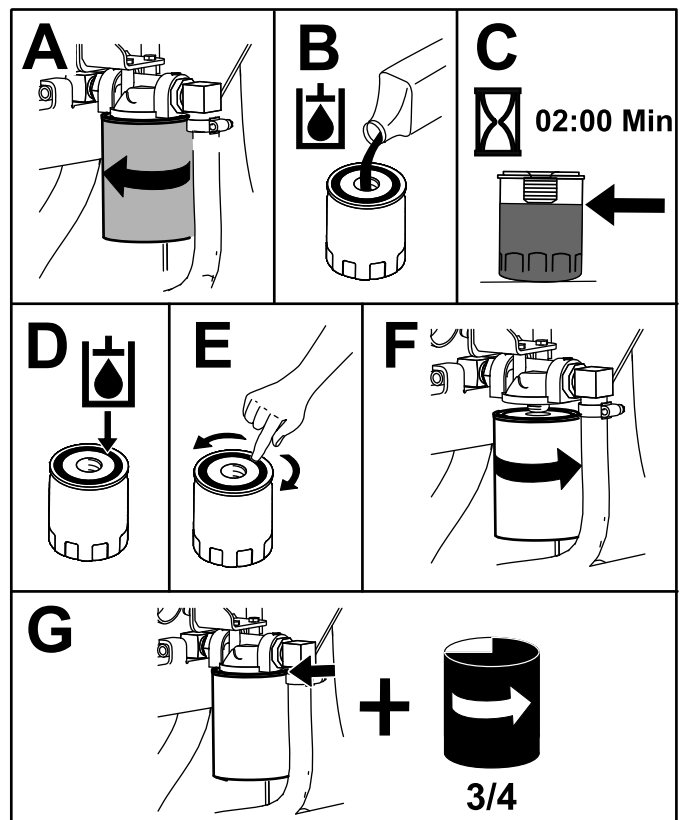

Bild 64
4. Stellen Sie eine Auffangwanne unter den Filter und entfernen den Filter (Bild 64).